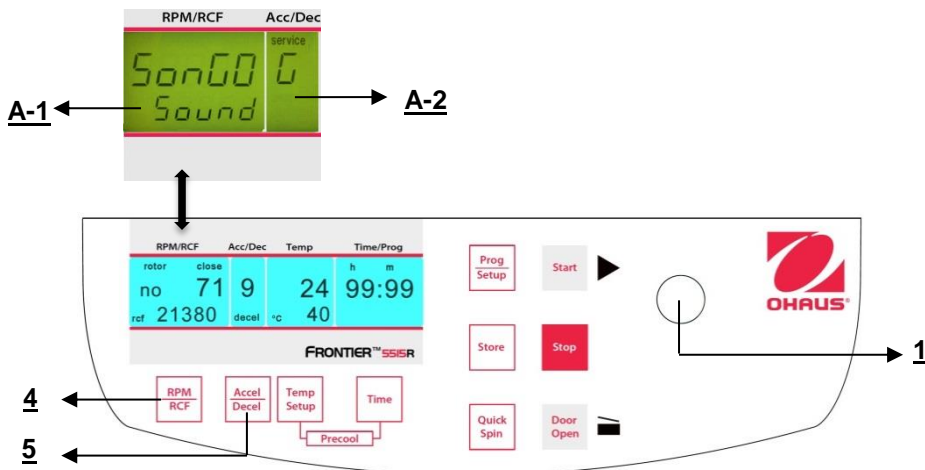

Abbildung. 35
Fahren Sie fort wie unter Punkt 4.1.2 beschrieben, um in den Programmmodus einzutreten und drücken Sie dann die Taste "Accel/Decel"(5). Auf der Anzeige blinkt "Acc/Dec" (A-2) das Wort "Service". Wählen Sie nun den Buchstaben "G" mit Hilfe des Anpassungsknopfes (1). Als Ergebnis erscheinen auf der Anzeige "RPM | RCF" (A-1) die Worte "SonGo/Sound". **Nach dem Drücken der Taste "RPM | RCF" (4) können Sie mit Hilfe des Anpassungsknopfes (1) ein Lied auswählen.** (Siehe Abbildung 35).